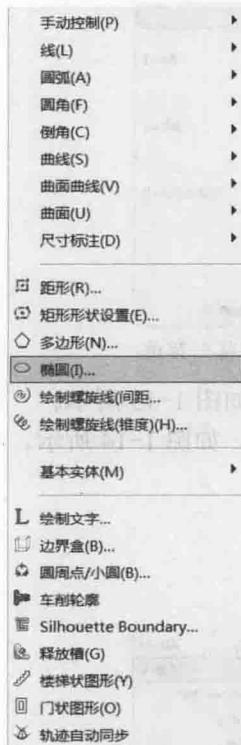

图 1-7 “绘图”菜单
(5) 绘图 此菜单用于点、线、圆、曲线等二维图素和空间曲线的绘制，以及规则实体或规则曲面等各种图素的生成，还包括尺寸标注等功能，如图 1-7 所示。